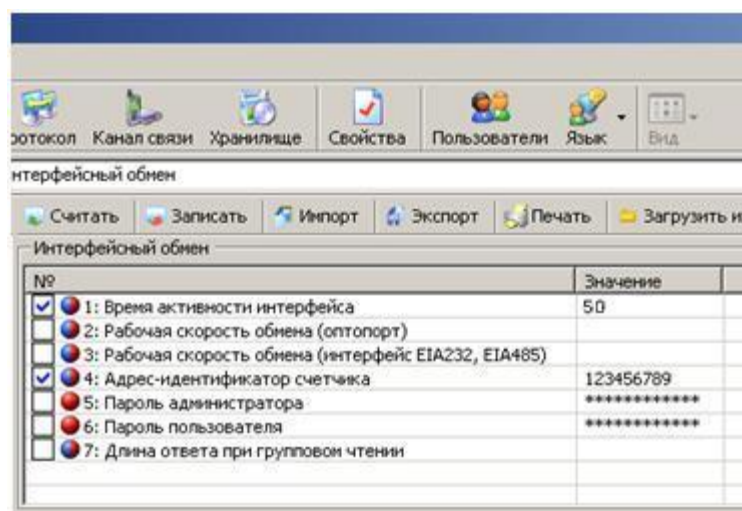

Рисунок 5.19 – Интерфейсный обмен
- Проверьте значения начальной и рабочей скорости через интерфейс, они должны быть равны 9600 бод (5) (см. п. 5.4.3).
- Чтением параметра *«время активности интерфейса»* убедитесь, что его значение равно 50 с. (см. рисунок 5.19).
- Чтением параметра *«адрес-идентификатор счетчика»* (см. рисунок 5.19) убедитесь, что его значение равно 9 последним цифрам серийного номера, без нулей перед значащими цифрами, т.е. если 9 последних цифр заводского номера равны «00000001», то идентификатор равен «1».